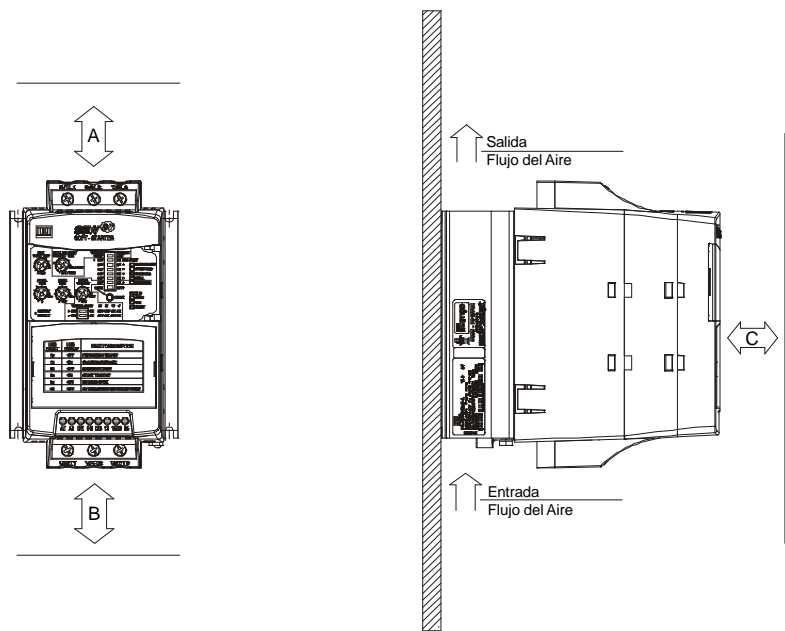

Figura 3.2 - Espacios libres para la ventilación
- 3.1.3 Posicionamiento/ Fijación Para la instalación del Arrancador Suave SSW-07 debe se dejar en el mínimo los espacios libres alrededor del Arrancador Suave conforme la figura 3.2 presentada a seguir. Las dimensiones de cada espacio libre están disponibles en la tabla 3.2.